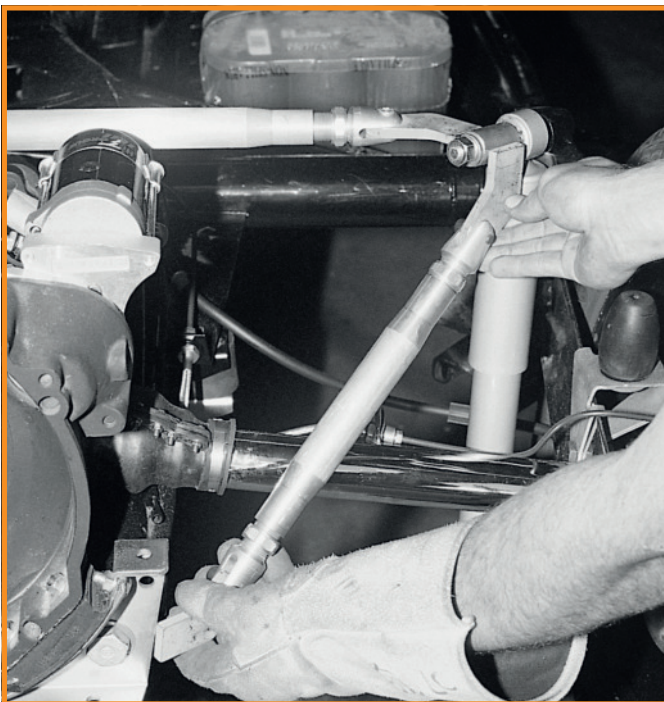
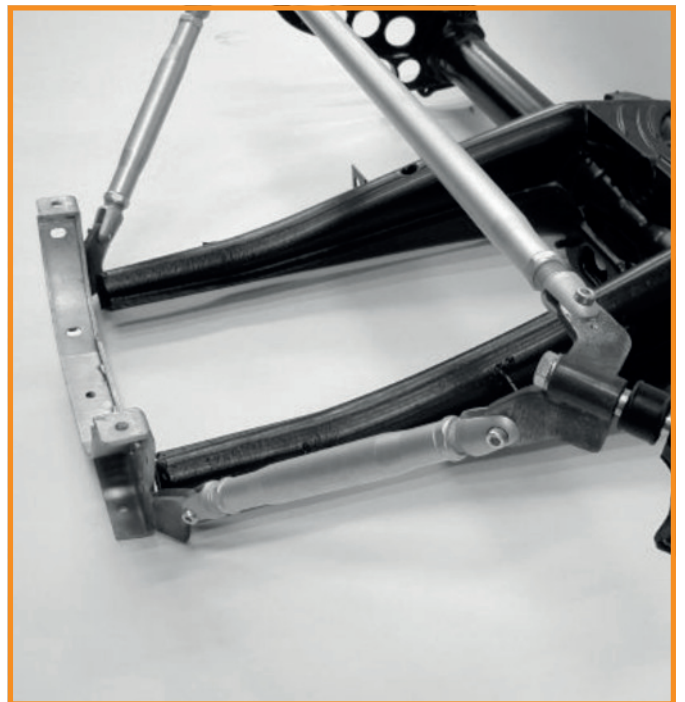

Fig. 4
Fig. 5
- In general, the side bars are spot-welded in place like the top bar (Fig.4 und Fig.5).
- If you use the suggested heavy duty transmission mount the brackets can also be installed to the side of the transmission mount (see Fig.4). You should avoid welding the
- Die beiden seitlichen Streben werden in gleicher Weise punktgeschweißt wie die obere lange Strebe (Fig.4 und Fig.5).